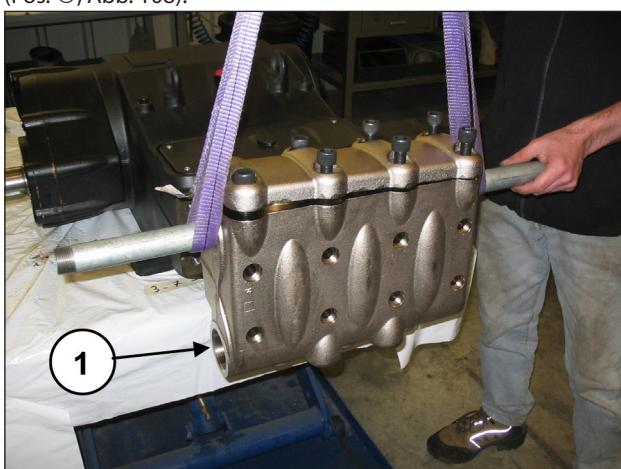
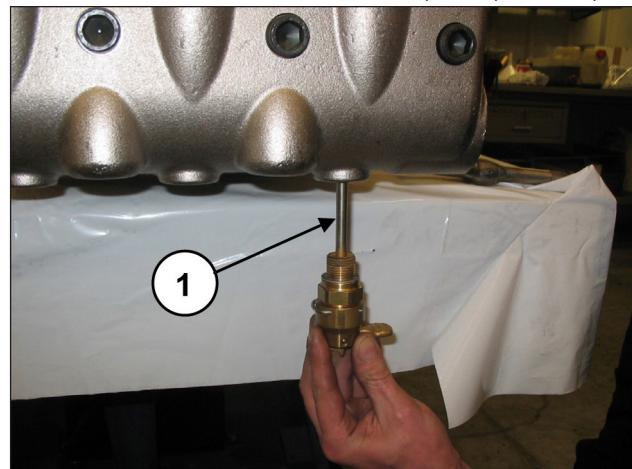

Abb. 107
Abb. 108
Ziehen Sie die 8 Schrauben M16x180 von den 4 Innenschrauben ausgehend über Kreuz an (siehe Abb. 107), setzen Sie den Anzug dann mit den 4 Außenschrauben ebenfalls über Kreuz fort
Bauen Sie den Kopf auf das Pumpengehäuse an (Pos. ①, Abb. 107) und achten Sie dabei, nicht gegen die Kolben zu stoßen. Ziehen Sie dann die 8 Schrauben M16x180 fest (Pos. ①, Abb. 108).